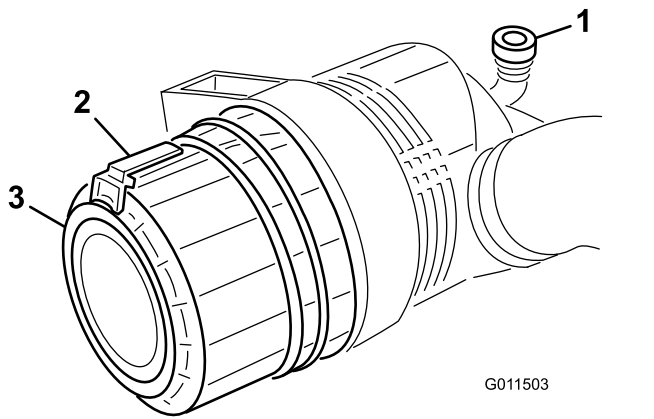

Figura 49
Revise el filtro del limpiador de aire únicamente cuando el indicador de mantenimiento (Figura 49) lo requiera. El cambiar el filtro antes de que sea necesario sólo aumenta la posibilidad de que entre suciedad en el motor al retirar el filtro.
1. Tire hacia fuera del enganche y gire la tapa del limpiador de aire en el sentido contrario a las agujas del reloj (Figura 49).